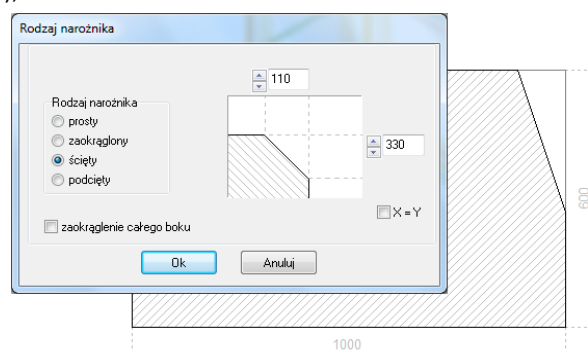

Rys. 11 – narożnik zaokrąglony
- w odpowiednim polu edycyjnym wpisać wartość promienia zaokrąglenia (Rys. 11);